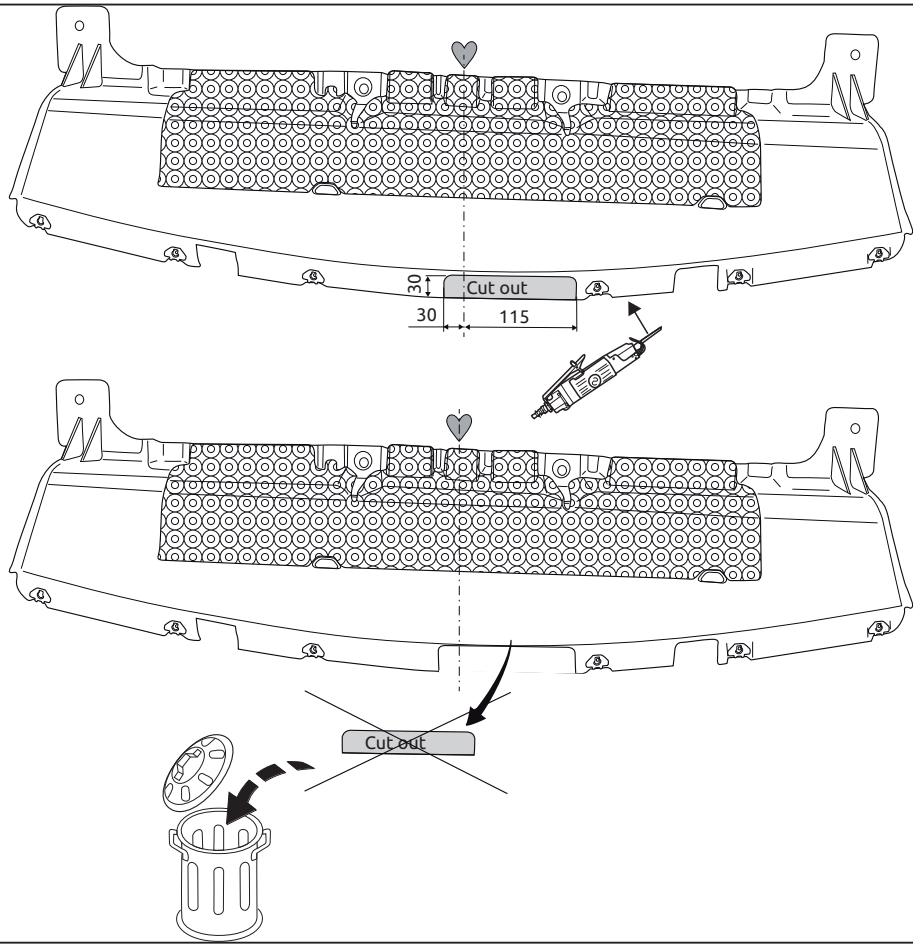

Fig. 2
10. Выпилить обозначенную часть, как указано на рис. 2.